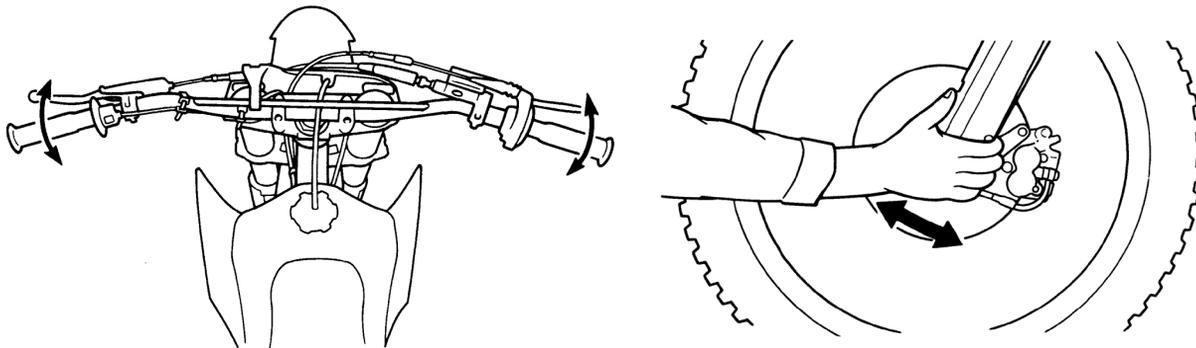

Рисунок 5.27. Проверка рулевой колонки
2. Встаньте перед мотоциклом. Возьмитесь за вилку в районе передней оси (рис. 5.27) и потяните вилку по направлению к двигателю и обратно несколько раз. Если подшипники изношены, вы почувствуете люфт или даже услышите щелчок / глухой удар.